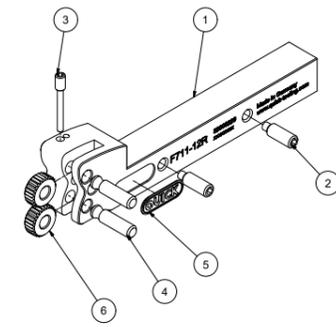
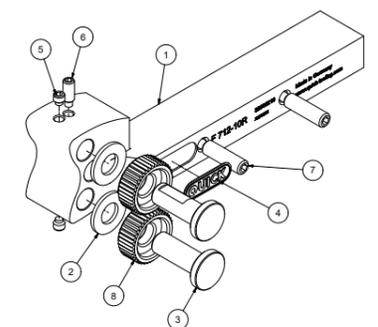
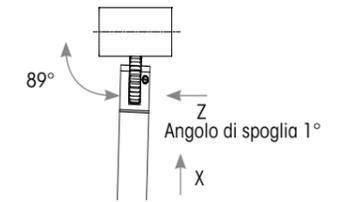

Fig. 1: Esploso F711-LD (variante per fornitura di pezzi lunghi)
Fig. 2: Esploso F712-KD (variante per fornitura di pezzi lunghi)
Fig. 6: Direzione di lavorazione radiale e assiale
Per installare o sostituire i godroni di godronatura, allentare la spina filettata (fig. 1, pos. 3) completamente oppure i grani filettati (fig. 3, pos. 3) leggermente. Infine le bussole (fig. 1, pos. 4; fig. 3, pos. 2) possono essere rimosse insieme al godrone di godronatura. Montare il nuovo godrone di godronatura con le bussole e serrare con la spina filettata. Accertarsi che il perno scorrevole sia bloccato con la tacca del raggio (fig. 1, pos. 4) o sulla superficie piana (fig. 3, pos. 2).
Nota: Quando si utilizza un godrone di godronatura, il fissaggio avviene tramite il foro posteriore (fig. 1, F711-LD) o centrale (fig. 3, F711-KD).
Per installare o sostituire i godroni di godronatura allentare leggermente i grani filettati (fig. 2, pos. 5; fig. 4, pos. 5) e rimuovere i bulloni flangiati (fig. 2, pos. 3; fig. 4, pos. 3) insieme al godrone di godronatura e alla rondella (fig. 2, pos. 2; fig. 4, pos. 2). Infine montare i nuovi godroni di godronatura con i bulloni flangiati e le rondelle e serrare mediante i grani filettati. Assicurarsi che il bullone flangiato sia fissato sulla superficie del piano.
Nota: Quando si utilizza un godrone di godronatura, il fissaggio avviene tramite il foro posteriore (fig. 2, F712-LD) o centrale (fig. 4, F712-KD).
Per garantire un migliore flusso di materiale nella lavorazione assiale, correggere l'angolo di spoglia del portagodrone con l'aiuto della spina filettata del codolo (fig. 1 pos. 2; fig. 2, pos. 7; fig. 3, pos. 4; fig. 4, pos. 6) di 1°-2° (fig. 6). Questo valore dipende dai materiali da lavorare.
Il perno scorrevole (fig. 1, pos. 4; fig. 3, pos. 2) o i bulloni flangiati (fig. 2, pos. 3; fig. 4, pos. 3), i godroni di godronatura (fig. 1, pos. 6; fig. 2, pos. 8; fig. 3, pos. 6; fig. 4, pos. 7), la rondella (fig. 2; fig. 4, pos. 2) devono essere sostituiti dopo cicli definiti, al più tardi in presenza di notevole usura o parametri di processo devianti. Controllare anche la fessura dell'alloggiamento godrone alla ricerca di segni di usura o allargamento.